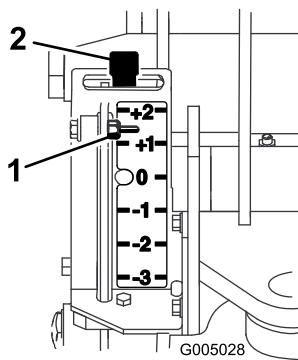
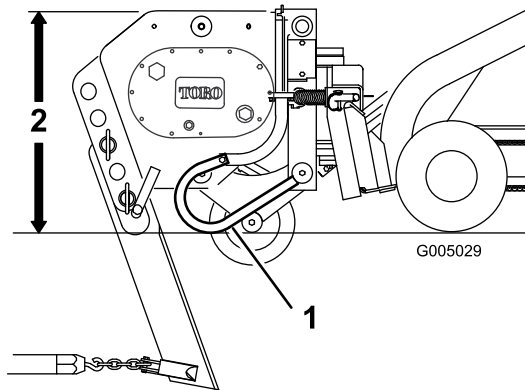

Bild 6
Bild 7
5. Kippen Sie die Befestigungsplatte ganz nach hinten, sodass die Oberkante des Pflugs mit dem Boden parallel ist (Bild 7).
Das Messgerät befindet sich an der linken Seite des Pflugs, die zur Zugmaschine zeigt. Eine Stange verläuft vom Messgerät zum Boden (Bild 7). Wenn Sie den Pflug anheben, bewegt sich die Anzeige am Messgerät nach unten. Markierungen am Messgerät geben die Zoll an, die Sie über oder unter der Höchsttiefe pflügen (Bild 6). Das Messgerät zeigt von +2 bis -3 an. +2 auf dem Messgerät gibt eine Tiefe von 5,0 cm unter der Oberfläche und -3 auf dem Messgerät gibt 7,6 cm über der Oberfläche an. 0 auf dem Messgerät gibt an, dass kein Versatz auf die Messertiefe angewendet wird.